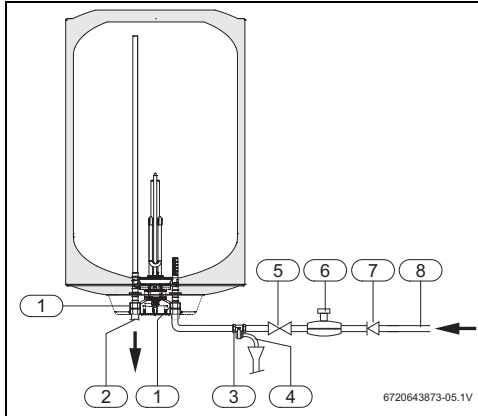

Fig. 8 Ligação de água
- Instalar a válvula de segurança na entrada de água do termoacumulador (Fig. 8).
Se a pressão de entrada de água for superior a 80% da pressão máxima do termoacumulador (6¹⁾ ou 8 bar), ou seja 4.8 bar e 6.4 bar, instalar uma válvula redutora (Fig. 8). A válvula de segurança vai actuar sempre que a pressão da água no termoacumulador for superior a 6 ou 8 bar, pelo que é necessário prever uma forma de canalizar o escoamento dessa água.
De forma a evitar problemas provocados por alterações de pressão súbitas na alimentação, aconselha-se a montagem de uma válvula anti-retorno a montante do termoacumulador (Fig. 8, [7]).
- ▶ Fechar a válvula de corte de água (→ Fig. 8).